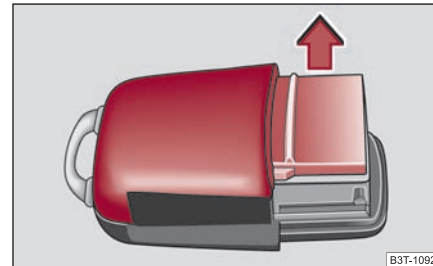

Fig. 38 Capacul carcasei emițătorului
- Scoateți capacul carcasei emițătorului ⇒ pagina 43, fig. 38 în sensul săgeții.